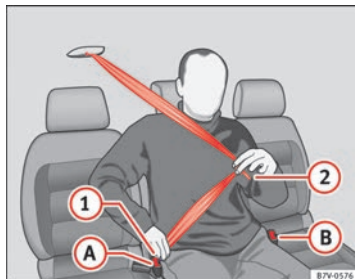

Fig. 12 Abrocharse el cinturón del asiento central de la segunda fila.
- Tire hacia abajo de la cinta del cinturón por la lengüeta de cierre ⇒ fig. 12 . **No** doble el cinturón al hacerlo ⇒ .
- Encastre la lengüeta ② en el cierre del asiento correspondiente ③.